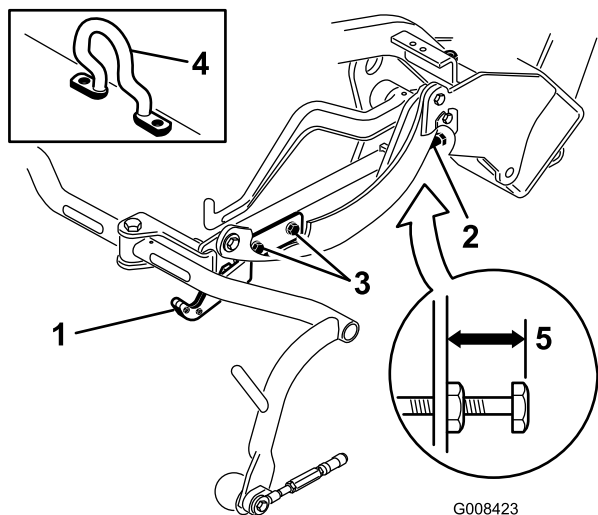
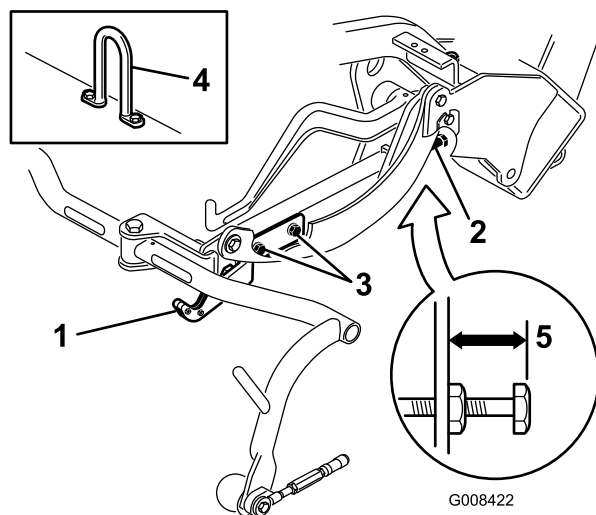
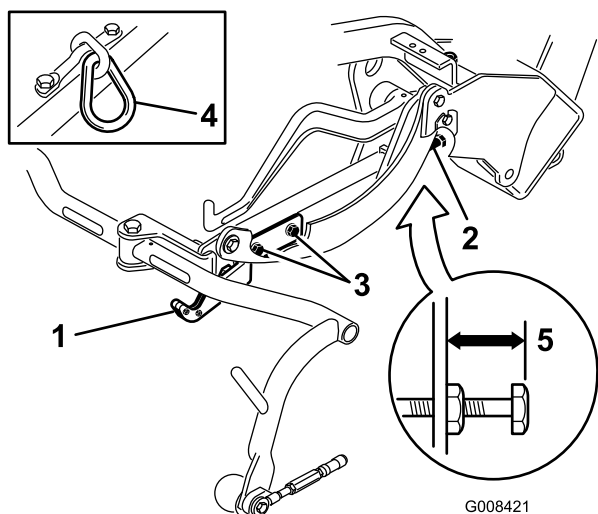

Рисунок 10
Рисунок 12
Рисунок 11
Проверьте и при необходимости отрегулируйте транспортную высоту (Рисунок 11 и Рисунок 12).
2. Если режущие блоки оснащены изогнутой подъемной проушиной (Рисунок 10, врезка), убедитесь, что расстояние от верха регулировочного винта несущей рамы до задней стороны несущей рамы составляет 25 мм. Если расстояние не равно 25 мм, перейдите к этапу 4.
3. Если режущие блоки оснащены звеном цепи или прямой подъемной проушиной (Рисунок 11 и Рисунок 12, врезки), убедитесь, что расстояние от верха регулировочного винта несущей рамы до задней стороны несущей рамы составляет 22 мм. Если расстояние не равно 22 мм, перейдите к этапу 4. Если режущий блок оборудован подъемной серьгой (Рисунок 10), перейдите к следующему этапу.
4. Ослабьте винты крепления транспортной планки (Рисунок 11, Рисунок 12 и Рисунок 10).
7. Если несущие рамы находятся на разной высоте, ослабьте контргайку на регулировочном винте несущей рамы (Рисунок 10, Рисунок 11 и Рисунок 12). Выкручивайте винт для подъема и вкручивайте для отпускания. При достижении требуемой высоты затяните контргайку.